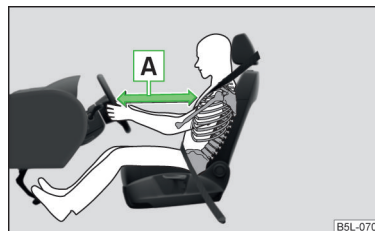

Bild 8
Om airbagarna löser ut, blåses de upp framför föraren och frampassageraren » bild 8 - B. När föraren resp. frampassageraren slungas in i den helt upplåsta airbagen dämpas rörelsen framåt och skaderisken för huvud och överkropp minskar.
- Det är viktigt för förare och frampassagerare att hålla ett avstånd på minst 25 cm till ratten resp. instrumentbrädan A » bild 8. Om detta minsta avstånd inte hålls kan airbagsystemet inte skydda – livsfara! Dessutom måste framstolarna alltid vara riktigt inställda efter kroppsstorleken.